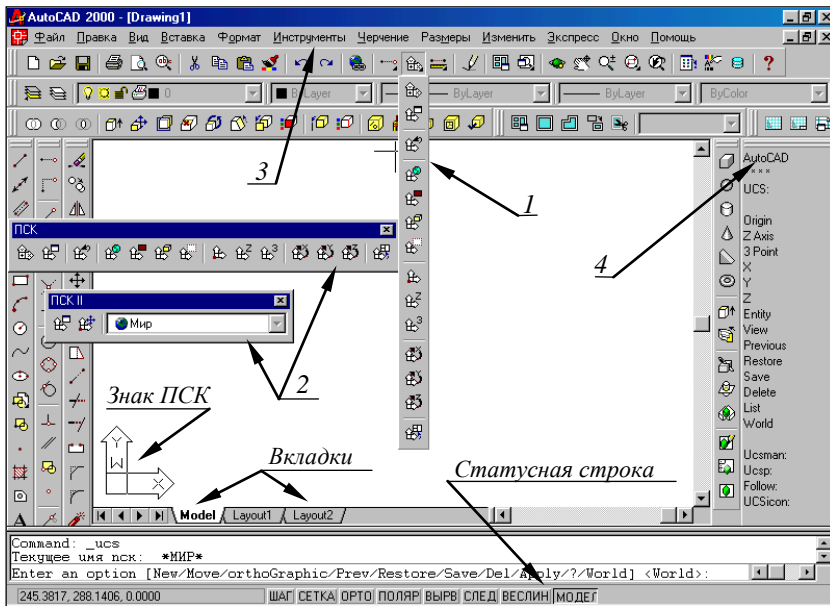

Рис. 1.1. Элементы пользовательского интерфейса
В стандартной поставке AutoCAD, мировая система координат является текущей, если не изменены установки. Об этом говорит пиктограмма (знак ПСК – см. разд.1.3) в левом нижнем углу графической зоны экрана – она должна содержать букву W (для англоязычной версии или M – для русской). В мировой системе координат (двумерная графика) точка начала координат находится в левом нижнем углу графической зоны экрана, там же находится знак, определяющий положительное направление осей X и Y (рис.1.1). Так как чертеж плоский, ось Z отсутствует на экране. Она расположена перпендикулярно к плоскости построения (XY) и направлена на пользователя [1].